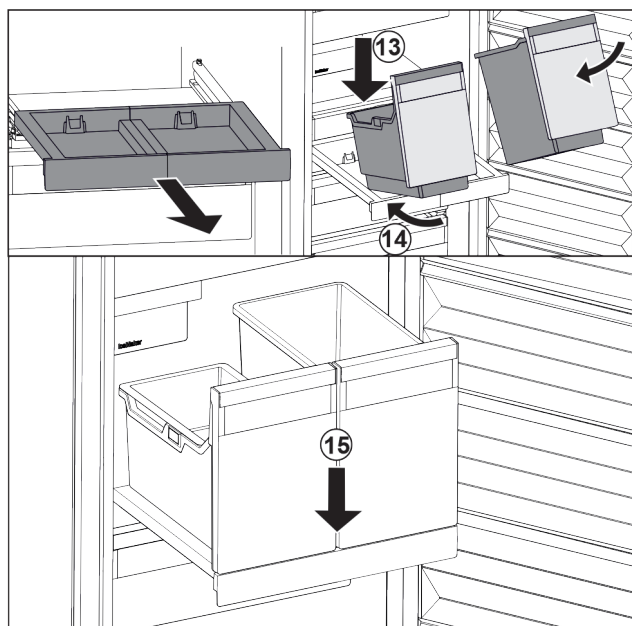

Fig. 110
- ▶ Nasadte nádobu šikmo na vyťahovaciu poličku. Fig. 110 (13)
- ▶ Zasuňte nádobu šikmo dozadu. Fig. 110 (14)
- ▶ Zložte nádobu vpredu. Fig. 110 (15)